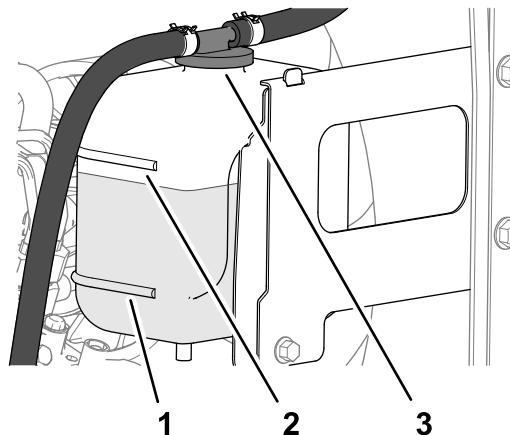

Figure 99
3. Vérifiez le niveau du liquide de refroidissement dans le vase d'expansion (Figure 99).